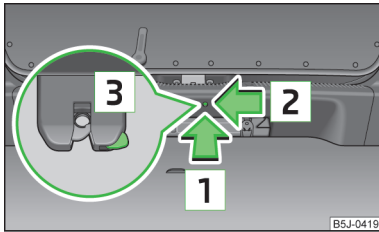

Abb. 37
- In die Öffnung in der Verkleidung in Pfeilrichtung **1** » Abb. 37 einen Schraubendreher oder ein ähnliches Werkzeug bis zum Anschlag einführen.